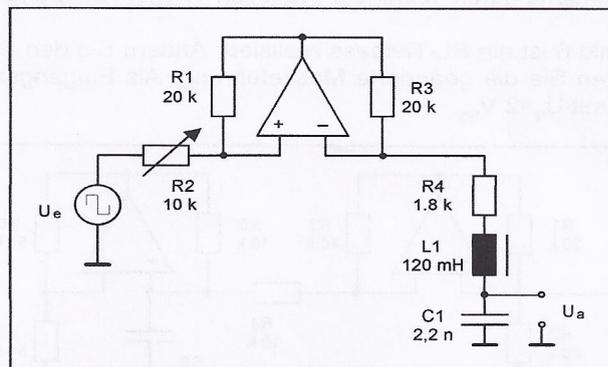

Bild 4: entdämpfter Reihenschwingkreis mit NIC
- 2.2. Berechnen Sie für den LC-Reihenschwingkreis im Bild 4 den Dämpfungsgrad und beurteilen Sie die zu erwartende Form der Ausgangsspannung für eine rechteckförmige Eingangsspannung mit $f_e \ll f_0$. Berechnen Sie die Eigenfrequenz f_0 des Schwingkreises.
Bauen Sie zunächst den passiven LC-Reihenschwingkreis mit R4/L1/C1 aus Bild 4 auf. Legen Sie eine rechteckförmige Spannung mit $U = 2V_{SS}$ und $f = 500$ Hz an. Vergleichen Sie die Ausgangsspannung mit Ihren Überlegungen aus Punkt 2.2.